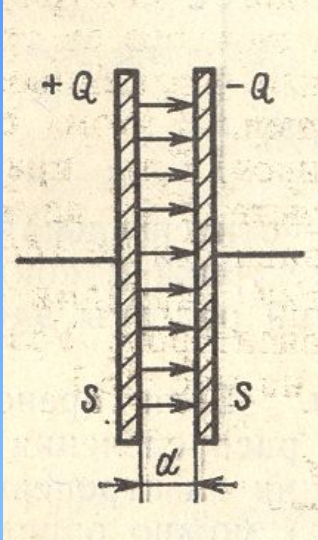

Рис. 7. Плоский конденсатор
1. Емкость плоского конденсатора. Без учета искажения у краев электродов электрическое поле плоского конденсатора (рис. 7) однородное, его напряженность согласно, $\varepsilon = \sigma / \varepsilon_a = Q / S \varepsilon_a$, где S – площадь одной пластины – электрода конденсатора. Для однородного электрического поля можно также записать $\varepsilon = U / d$; где U – электрическое напряжение конденсатора; d – расстояние между пластинами.